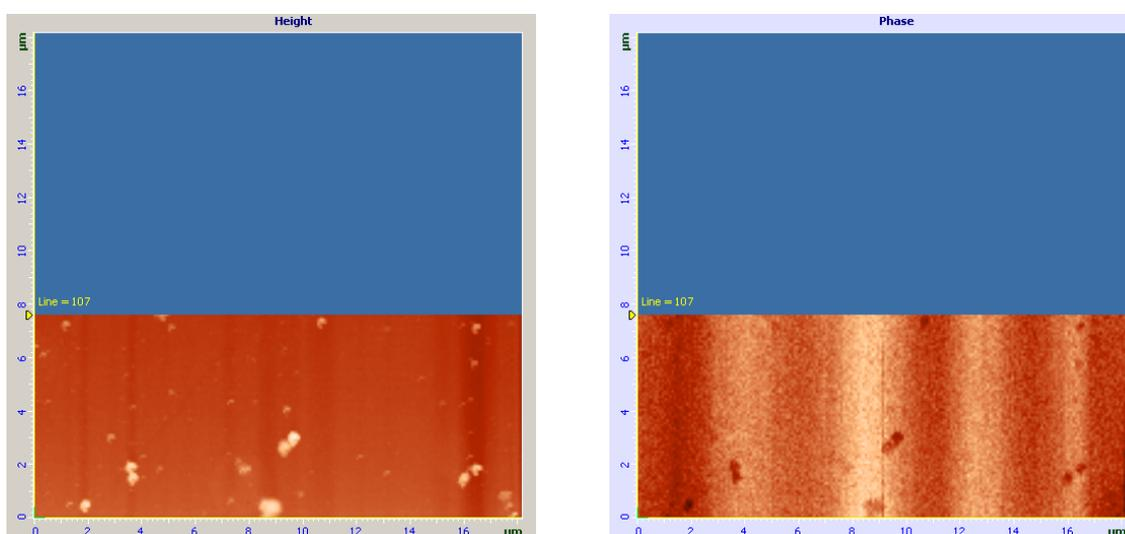

Рис. 9-15. Изображение рельефа и пространственного распределения z-составляющей градиента электрического потенциала по поверхности GaAs
- начнется построчное сканирование поверхности образца и в области отображения 2D-данных сканирования появятся два изображения: в одном отобразится рельеф поверхности (сигнал **Height**), в другом – отображение распределения z-составляющей градиента электрического поля по поверхности образца (сигнал **Phase**) (Рис. 9-15);
Контролировать качество получаемого изображения можно в области отображения 2D-данных сканирования (Рис. 9-15).